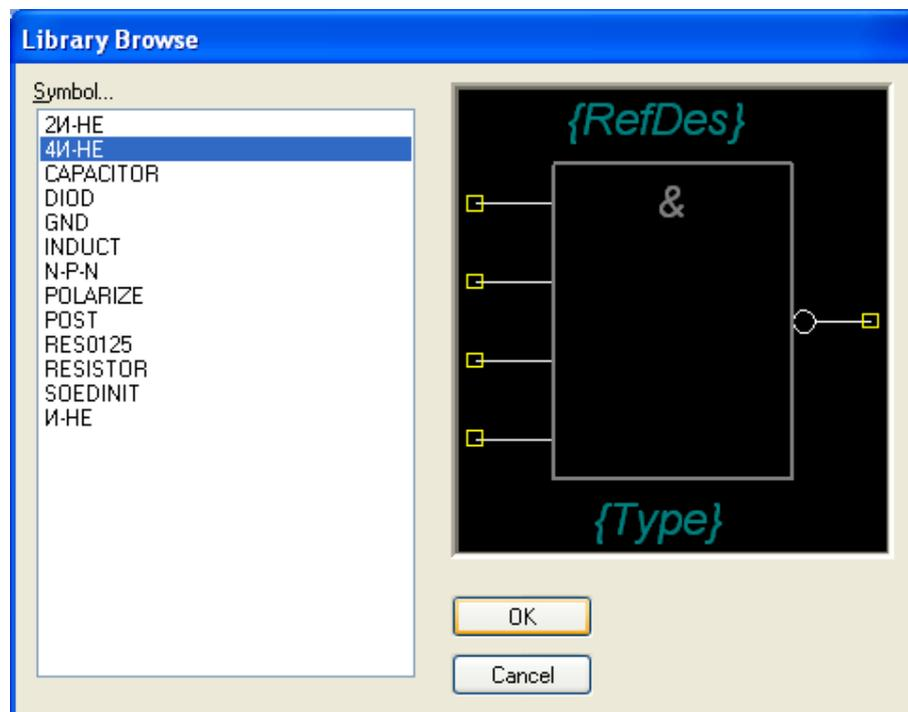

Рисунок 3.7 - Выбор символа 4И-HE
- Выбрать в списке символов **4И-HE** (рис. 3.7) и нажать кнопку **OK**.